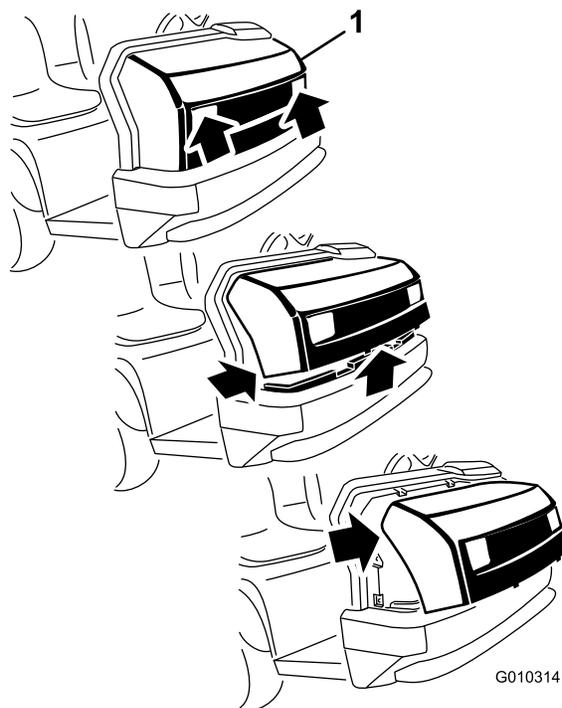

Figura 40
2. Desloque a parte inferior do capot para cima até ser possível retirar as patilhas de montagem superiores das ranhuras da estrutura (Figura 40).
3. Desloque a parte superior do capot para a frente e desligue os conectores de fios dos faróis (Figura 40).
1. Segurando firmemente o capot pelas aberturas dos faróis, levante o capot para soltar as patilhas de montagem inferiores das ranhuras da estrutura (Figura 40).